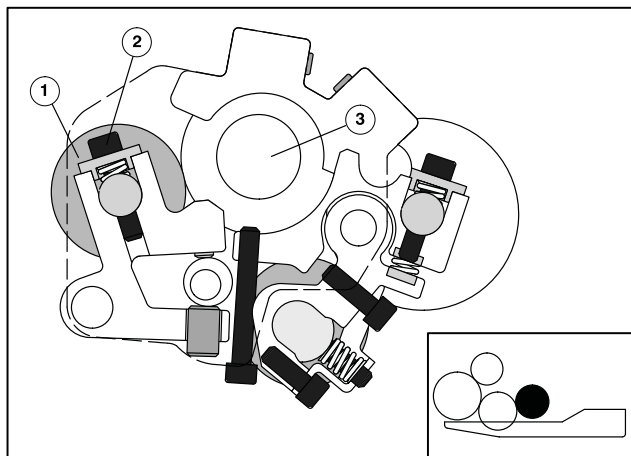

図28 水計量ローラの取り外し
- ❶ 付属のホルセットレンチで、駆動側と操作側のネジ(図28/❷)を完全に緩め、キャップおよびバネと共にローラのシャフトから取り外します。
- ❷ 水計量ローラ(図28/❶)を軸受けから取り外します。
水元ローラ(図28/❸)は取り外せません。